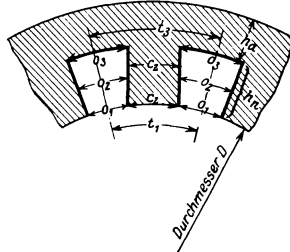

Abb. 178.
B. Trapezförmige Nut. Anstatt die Nut rechteckig und den Zahn trapezförmig zu machen, kann man auch umgekehrt verfahren, wodurch erreicht wird, daß die Kraftliniendichte auf der ganzen Zahnlänge konstant bleibt. Ist wieder Q_n der bekannte Nutenquerschnitt in mm^2 , h_n die Nuttiefe o_1, o_2, o_3 , die Nutenbreite unten, in der Mitte und oben, ausgedrückt in mm, so ist (Abb. 178)